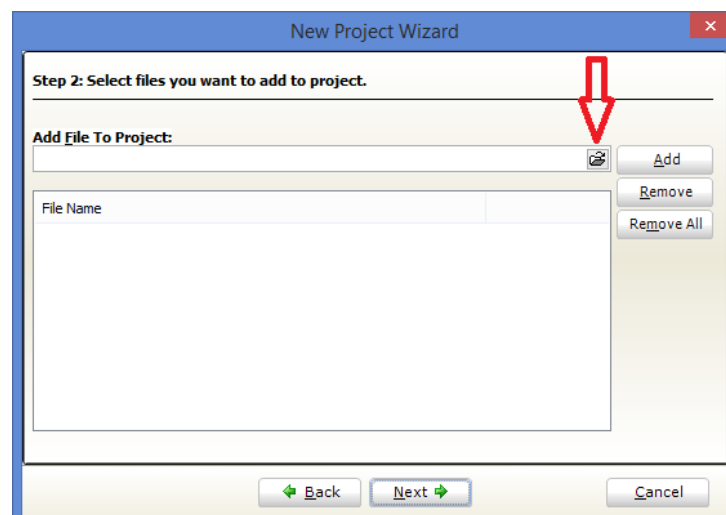

Figura 6: 8º Passo.
- **8º Passo:** Nesse passo, o arquivo “.c” salvo anteriormente será adicionado ao projeto. Para isso, na janela exibida (Figura 6) selecione o ícone de pasta, será aberta então uma outra janela para seleção de arquivos. Navegue até a pasta do projeto e selecione o arquivo “piscapisca.c”. Em seguida clique no botão “Add”, o arquivo então será carregado para o projeto e estará pronto para ser processado.